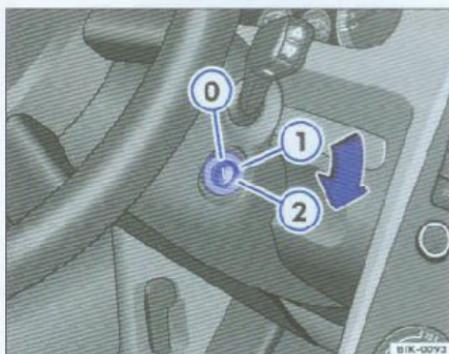

图93 点火开关锁孔位置
- 将点火钥匙拧至位置②，起动发动机→97页，图93。
- 钥匙拧至位置 ⑥ ⇒ 97页, 图93。